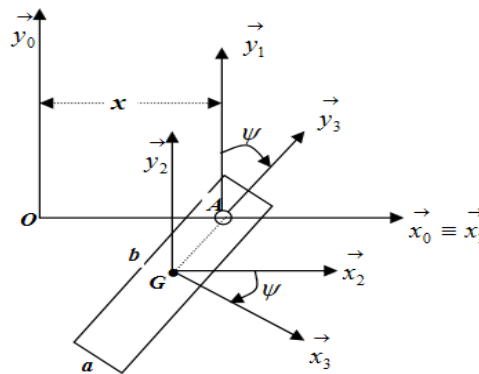

Figure V.2
**Exercice 01.** Soit une plaque homogène (S) rectangulaire de largeur  $2a$ , de longueur  $2b$  et de centre de masse G. Elle est en rotation à une vitesse angulaire fixe autour de point A dans le plan  $(\vec{x}_0, \vec{y}_0)$ , Figure V.2. tel que  $\vec{z}_0 \equiv \vec{z}_1 \equiv \vec{z}_2 \equiv \vec{z}_3$  et  $(\vec{x}_1, \vec{x}_3) = (\vec{y}_1, \vec{y}_3) = \Psi$ . Le point A se déplace sur l'axe  $(O, \vec{x}_0)$  tel que :  $\vec{OA} = x\vec{x}_0$  et  $\vec{GA} = \frac{b}{3}\vec{y}_3$ . On prendra  $R_1(O, \vec{x}_1, \vec{y}_1, \vec{z}_1)$  comme repère de projection. Déterminer :